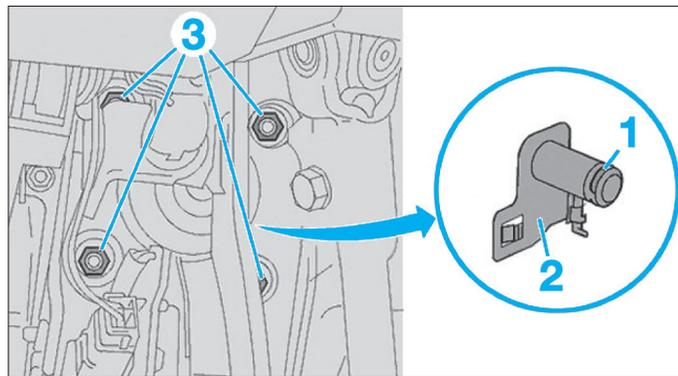

Fig. 29
- l'anneau (1) (Fig.29),
- l'agrafe (2),
- les écrous (3),